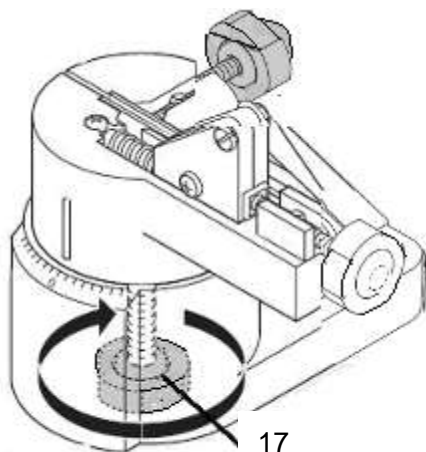

Рис. 6
- 1) Перед началом регулировки угла реза ослабьте стопорную гайку (17) с помощью гаечного ключа (рис. 6).